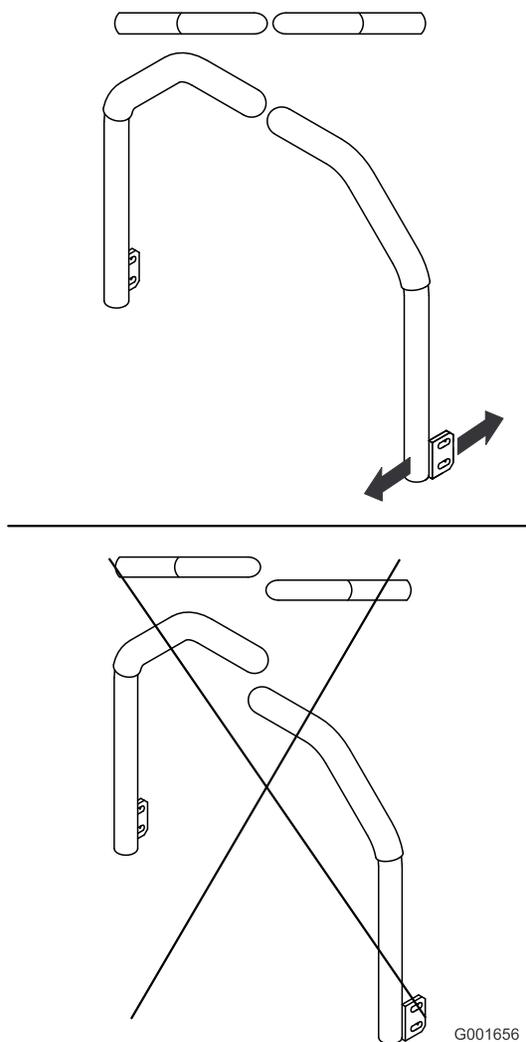

Figura 57
5. Ajuste as alavancas de controlo de forma a ficarem alinhadas e aperte os parafusos, prendendo as alavancas às hastes (Figura 57).